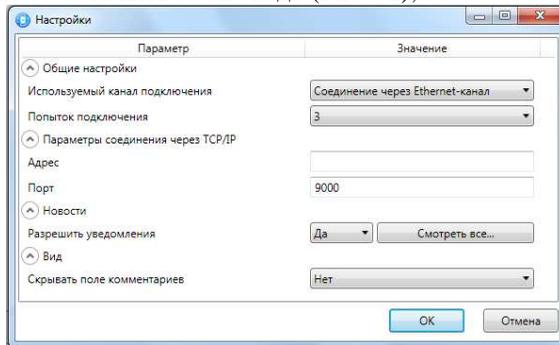

Рис.32 Задание параметров соединения
- ✓ в меню *Настройки* - *Общие настройки* выберите используемый канал *Соединение через Ethernet-канал*. Укажите IP-адрес контроллера (пример: 192.168.211.154), порт контроллера по умолчанию 9000 менять его не надо (Рис. 32);